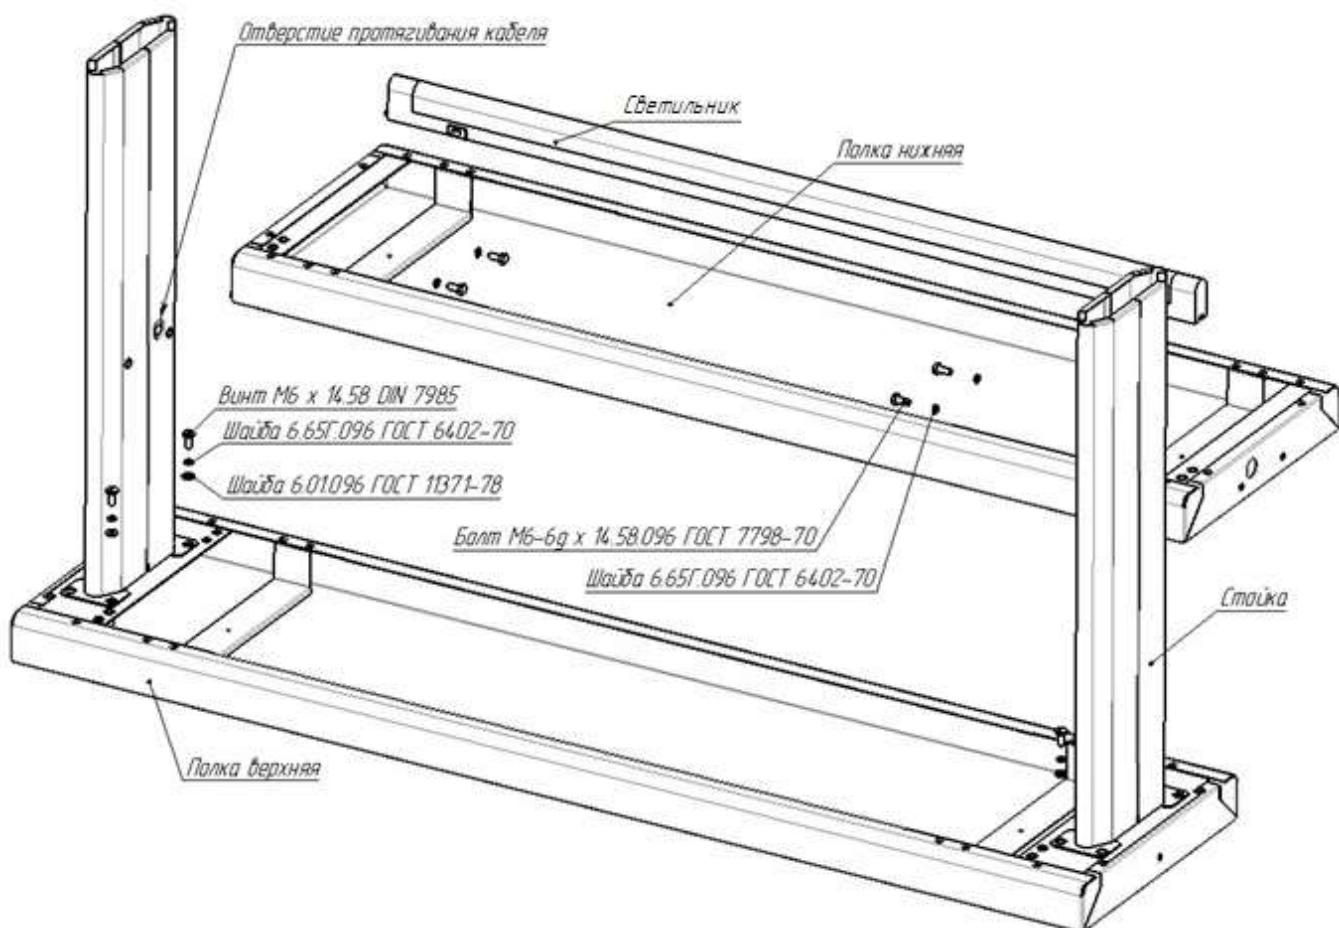

Рис. 4.1
- Установить нижнюю полку между стойками и закрепить болтами M6x14 (см. рис. 4.1);